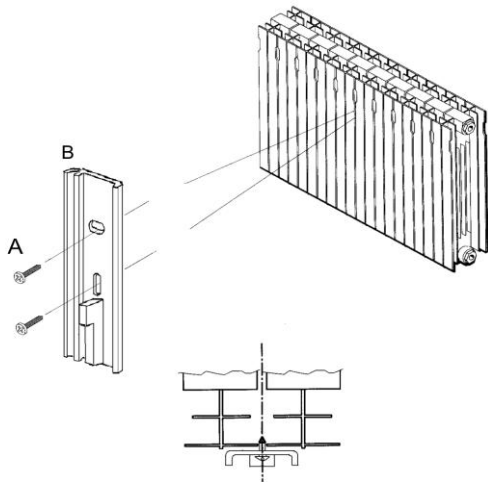

Рис. 1.4.
- Привинтить тепловой адаптер к поверхности радиатора, закручивая винты-саморезы в щель между секциями на нужной высоте (Рис.1.4).